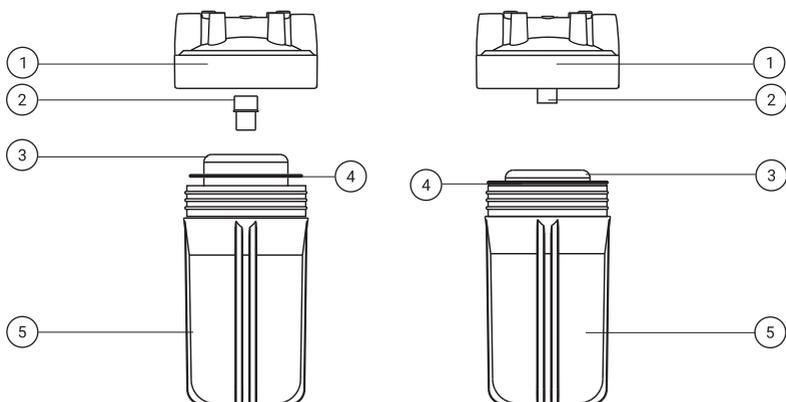

Рис. 16
2. При помощи ключа (входит в комплект поставки) отверните колбу (5) (рис. 16) (осторожно, в колбе может находиться вода) и смените картридж (3) (рис. 16).
3. Уплотнительное кольцо (4) (рис. 16) перед повторной установкой смажьте силиконовой смазкой (не герметиком!) или вазелином для более равномерного уплотнения колбы.
4. Вставьте центрирующую втулку (2) (рис. 16) обратно в крышку (1) в случае если вы извлекли ее вместе с картриджем (рис. 16), наверните колбу (5) (рис. 16) с картриджем (3) (рис. 16) на крышку (1) (рис. 16) и подтяните ее ключом. Включите электропитание. Проверьте фильтр на герметичность.